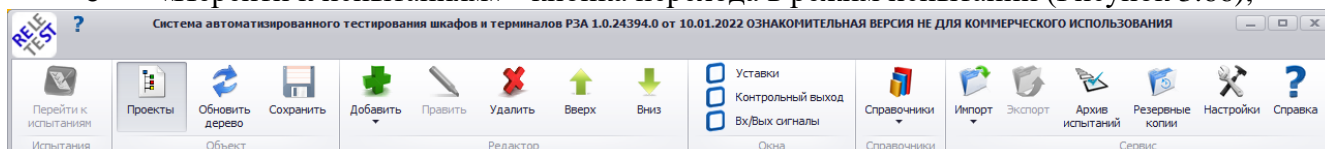

Рисунок 3.66
- «Перейти к испытаниям» - кнопка перехода в режим испытаний (Рисунок 3.66);